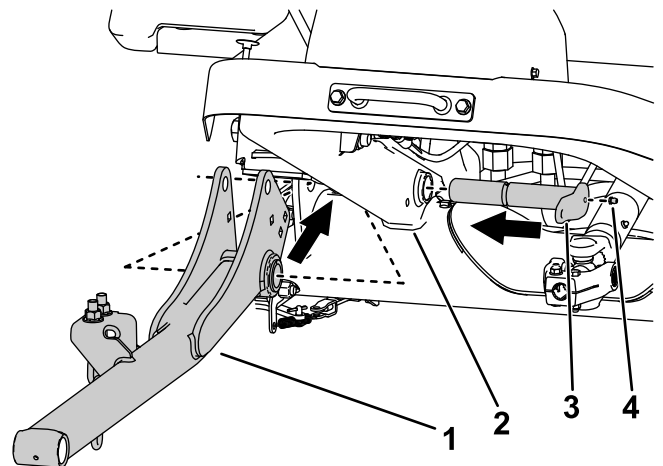

Figure 5
2. Utilisez 2 grands axes pour installer les bras de levage sur le cadre de la machine ( Figure 5 ).
3. Montez les graisseurs sur les grands axes ( Figure 5 ).